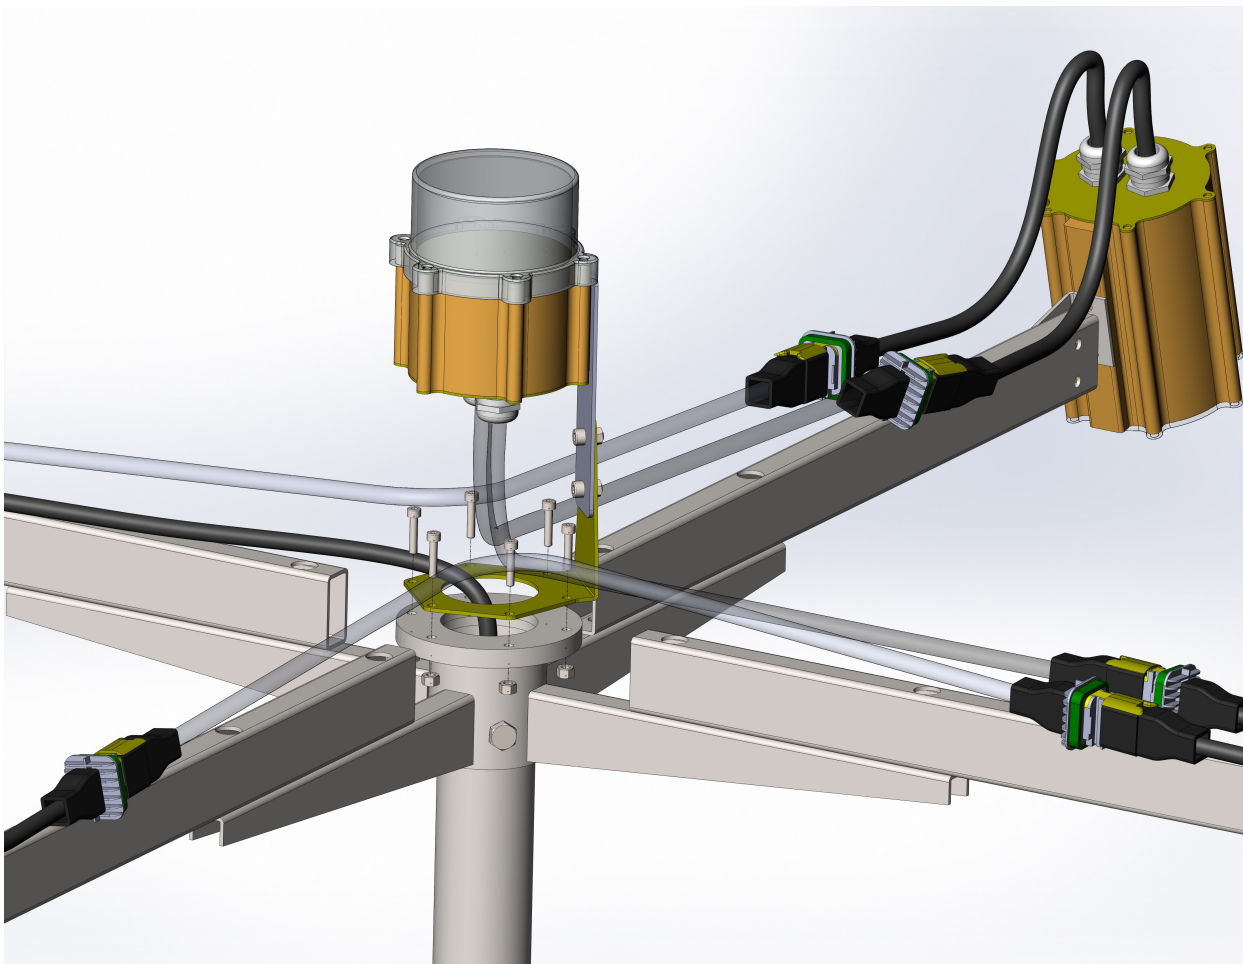

Рис. 9 Сборка кронштейна ограничительного огня ветроуказателя.
1. Смонтируйте кронштейн крепления огня на горизонтальную поверхность при помощи болтов под шестигранник как показано на рис. 9